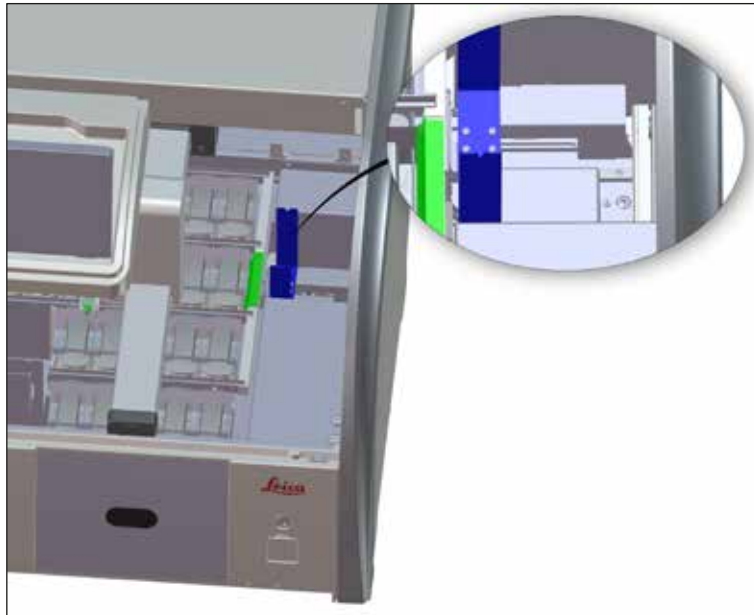

Abb. 98
- Die Transferstation (→ "Abb. 98") regelmäßig auf Reagenzienrückstände prüfen und gegebenenfalls mit einem handelsüblichen, milden und pH-Wert-neutralen Reinigungsmittel reinigen.